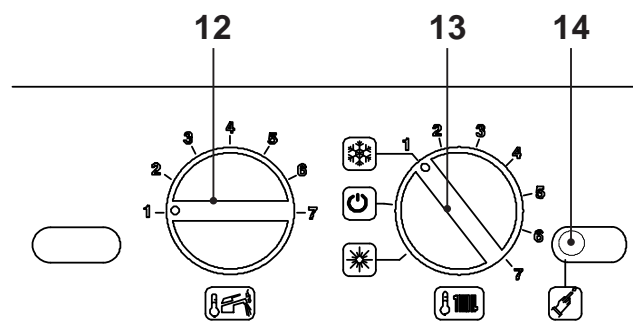

Fig. 5.9
- Prima di alimentare elettricamente la caldaia posizionare la manopola 13 come indicato in Fig. 5.9.
grammazione tenendo premuto per 15 secondi il pulsante di ripristino 14 in Fig. 5.9 sino alla comparsa del parametro **P01** sul display LCD; sul display LCD compare la seguente visualizzazione (alla sequenza **P01** si alterna -- -- --).
- Premere il pulsante di ripristino 14 in Fig. 5.9 per lo scorrimento dei vari parametri sino al raggiungimento del parametro **P17** valido per il settaggio della funzione Antilegionella; sul display LCD compare la seguente visualizzazione (alla sequenza **P17** si alterna **01**).